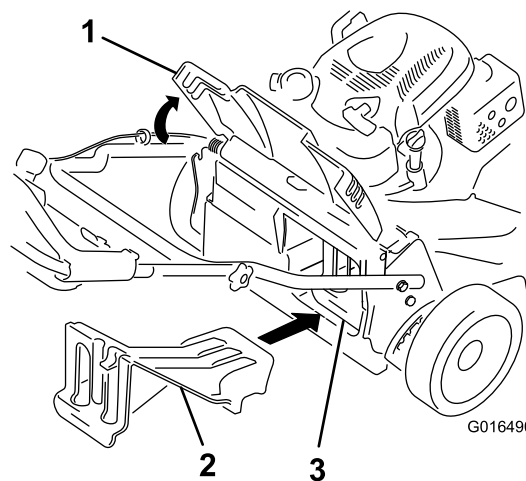

Figura 26
- Si el tapón de descarga trasera no está instalado, sujételo por el asa, eleve el deflector trasero e introdúzcalo en el conducto de descarga trasera hasta que el enganche encaje en su sitio; consulte Figura 26.
Importante: Asegúrese de que el tapón de descarga trasera está colocado antes de reciclar los recortes (Figura 26).